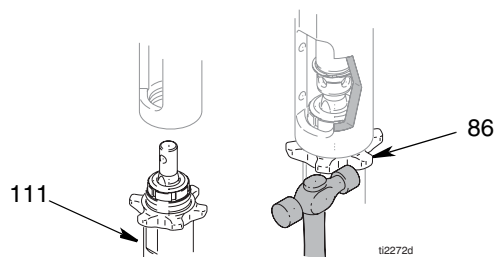

FIG. 10
1. (Fig. 10) Enrosque la contratuerca (86) en la parte inferior de las roscas de la bomba (111). Enrosque la bomba (111) completamente en el colector. Desenrosque la bomba (111) del colector hasta que la salida de la bomba esté alineada con la manguera. Apriete a mano la contratuerca (86), y después golpéela 1/8 a 1/4 de vuelta con un martillo o apriétela a un par de 75 ft-lb (101 N-m).